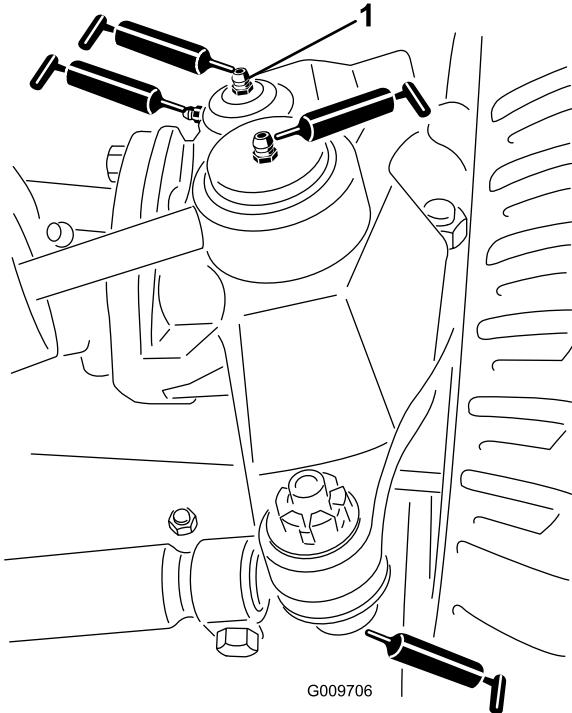

図 21
- ステアリングシリンダのボールジョイント 2ヶ所 図 21
- タイロッドのボールジョイント 2ヶ所 図 21
- キングpinのブッシュ2ヶ所 図 21。但しキングpin上部は1年に1回のみポンプ2回押しのみとする。